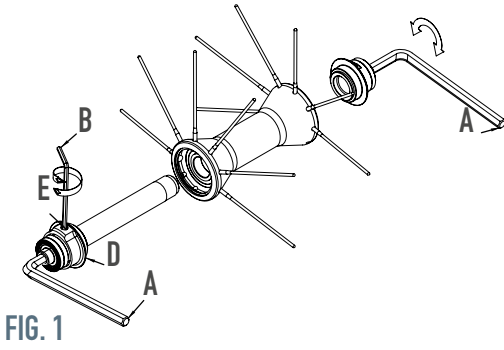

FIG. 1
- Inserite due chiavi a brugola da 5mm (A) dentro agli scontri alle estremità dei mozzi (Fig. 1) e ruotatele
- Se necessario effettuare una registrazione del mozzo agendo sulla ghiera (D).
- Allentate il grano (E) con una chiave a brugola da 2mm (B) (Fig. 1).
- Richiudete il grano (E).